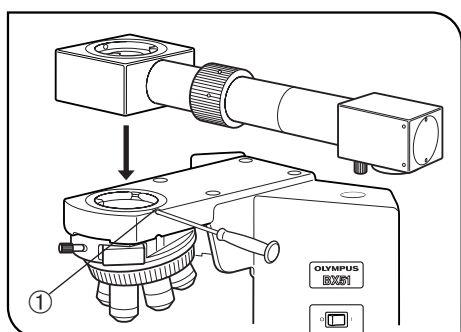
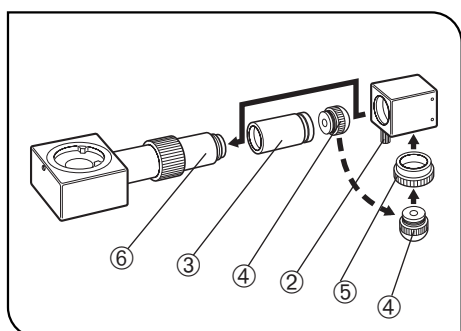

Fig. 1
Fig. 2
1 Cuando sólo está montado el U-DA en el pie del microscopio (Fig. 1)
1. Afloje totalmente el tornillo de sujeción ① del pie del microscopio con el destornillador Allen que se proporciona.
3. Gire la cola de milano de manera que el chasis del espejo del accesorio de dibujo señale hacia la izquierda o hacia la derecha cuando se mira al microscopio desde la parte delantera. (La Fig.1 muestra la instalación a mano derecha).
4. Con ayuda del destornillador Allen, apriete del todo el tornillo de sujeción ①.
★ El marco del adaptador de la lente (⑤ en la Fig.2) no debe usarse porque provocaría el difuminado de la imagen dibujada.
2 Cuando el U-DA está montado sobre otro tubo intermedio (Fig. 2)